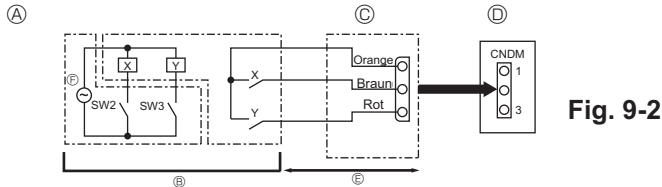

Fig. 9-2
9.2. Función de demanda (modificación in situ) (Fig. 9-2)